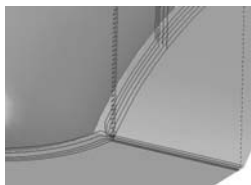
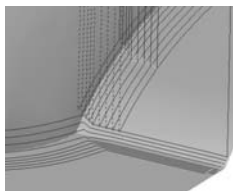

图 5-13 重叠值为 0 的情况
图 5-14 重叠值为 5 的情况
3) 重叠：某些情况下，希望清角刀具路径向零件表面间的交线以外扩展，以增加清角刀具路径的切削区域，此时可以指定一个重叠值。重叠选项用于指定刀具路径延拓到未加工表面边缘外的延伸量。设置为 0 时，刀具路径不作延伸，如图 5-13 所示。图 5-14 所示是设置为 5 的情况。